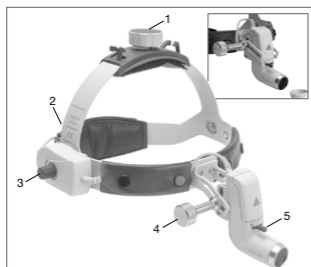

Fig. 4 Caschetto Professional L
Adattamento di **Caschetto Professional L (vedi fig. 4)**: Per l'adattamento alla circonferenza cranica lo stringitesta può essere allargato o stretto ruotando la rotella superiore (1) e posteriore (2).
Selezione angolo e campo di visione (Fig.4)